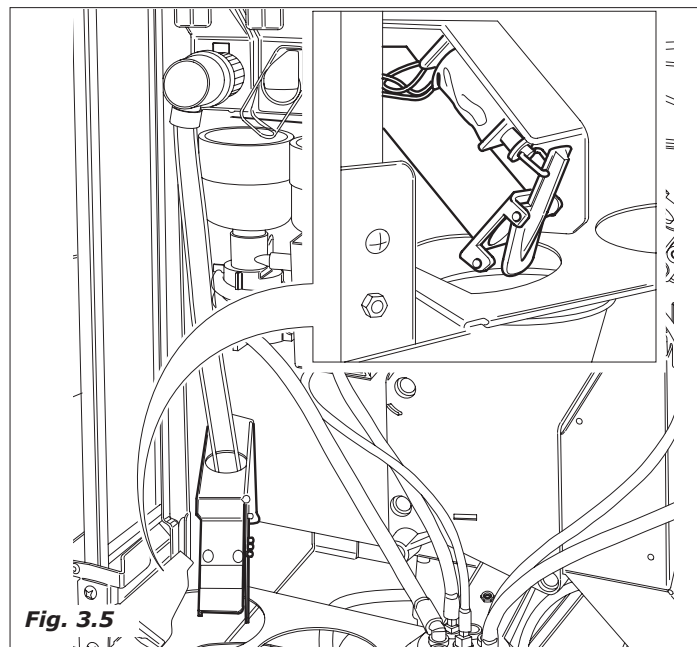

Fig. 3.5
- 2 si attiva l'elettromagnete che permette lo scarico dello zucchero dalla flangia allo scivolo che lo porterà nel bicchiere (Fig.3.5).